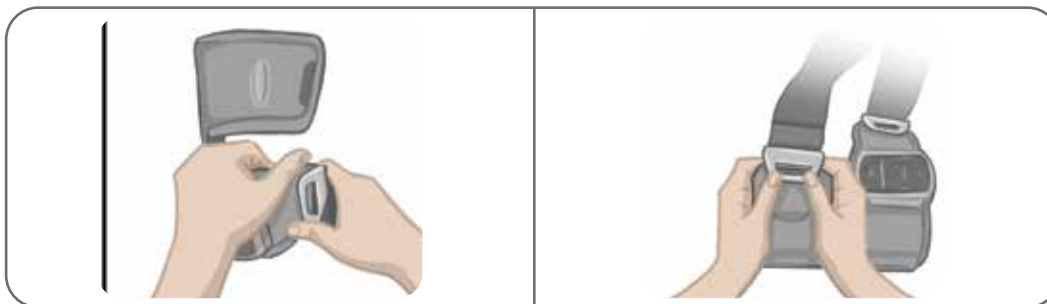

Bild 11-12: Ta bort lårremmarna
1. Skjut spännet på den anslutna lårremmen mot lårmanschetten medan du gör en vridande rörelse. Se bild 11-12.